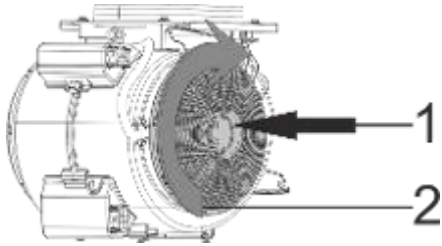

Fig. 7: CARBON FILTER
- 1-Coloque el filtro de carbón en su alojamiento (Fig. 7).
- 2-Girando el filtro de carbón en el sentido de las agujas del reloj, asegúrese de que encaje completamente (Fig. 7).